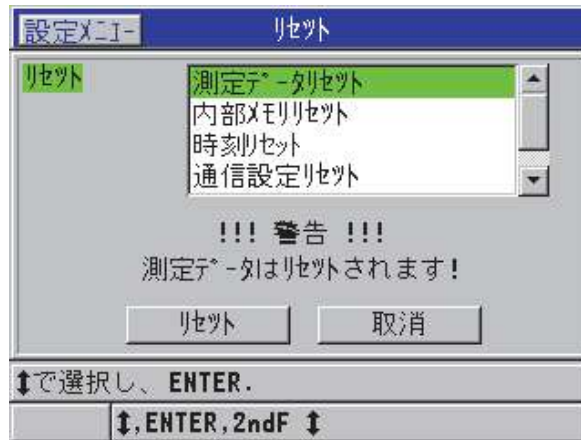

図 12-1 リセット機能をオンにする
2. リセット画面で、以下の操作を行います (203 ページ図 12-1 参照)。